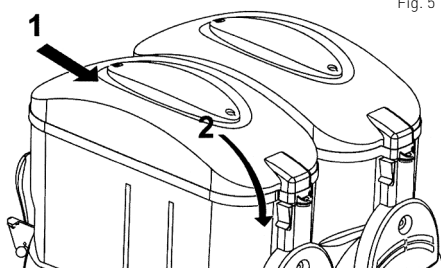

Fig. 5
- Après avoir versé / rempli le mélange dans le réservoir (2) placez de nouveau le couvercle (1 sur le réservoir (2). Voir : Fig. 5.